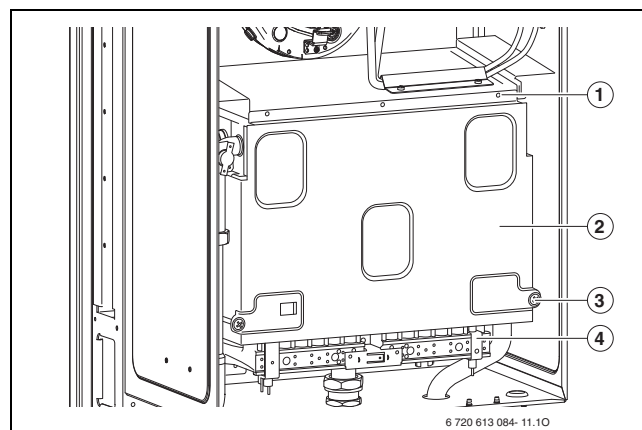

Рис. 56 Открывание горелки
- ▶ Снять переднюю панель камеры горелки и горелки (→ рис. 56).